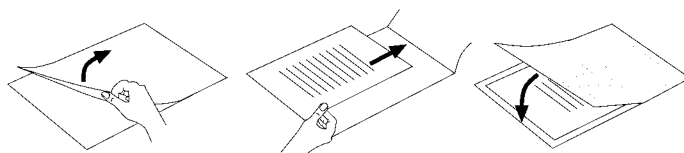

Fig. 2
- ▶ Veillez à utiliser un seul film pour la plastification. Commencez d'abord par l'ouvrir, comme indiqué par exemple sur la fig. 2.
- Veillez à utiliser un seul film pour la plastification. Ouvrez tout d'abord ce dernier, comme par exemple indiqué sur la fig. 2.